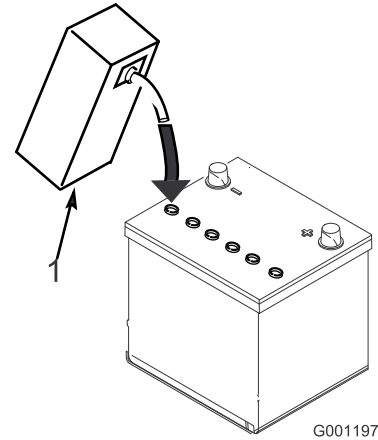

Figure 22
2. Versez de l'électrolyte avec précaution dans chaque élément jusqu'à ce que les plaques soient recouvertes d'environ 6 mm de liquide (Figure 22).
3. Attendez environ 20 à 30 minutes pour que les plaques aient le temps de s'imprégner d'électrolyte. Faites l'appoint au besoin pour que le niveau de liquide monte à 6 mm en dessous du creux de remplissage (Figure 22).